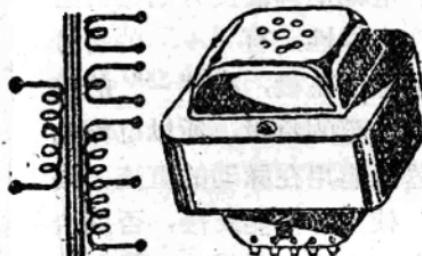

图14 电源变压器
1. 电源变压器 如图14所示。它的构造是在矽钢片所组成的铁芯上绕有四组线圈。初级线圈有引出线两条，为接110伏电源之用；以欧姆表测量，有比较低的电阻（即比高压线圈低）。高压线圈有引出线三条，两端接整流管的屏极，中间一条接地线，在未通电前用欧姆表测量，在两端之间的电阻